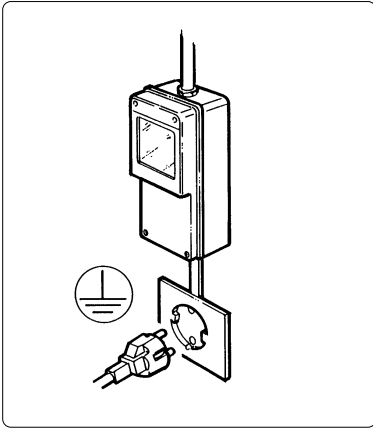

Fig. 7
- Es indispensable predisponer, para una correcta instalación, una toma especial controlada por un interruptor unipolar con la distancia de apertura de los contactos igual o superior a 3 mm, conforme con las normativas nacionales vigentes de seguridad, (ver fig. 7).